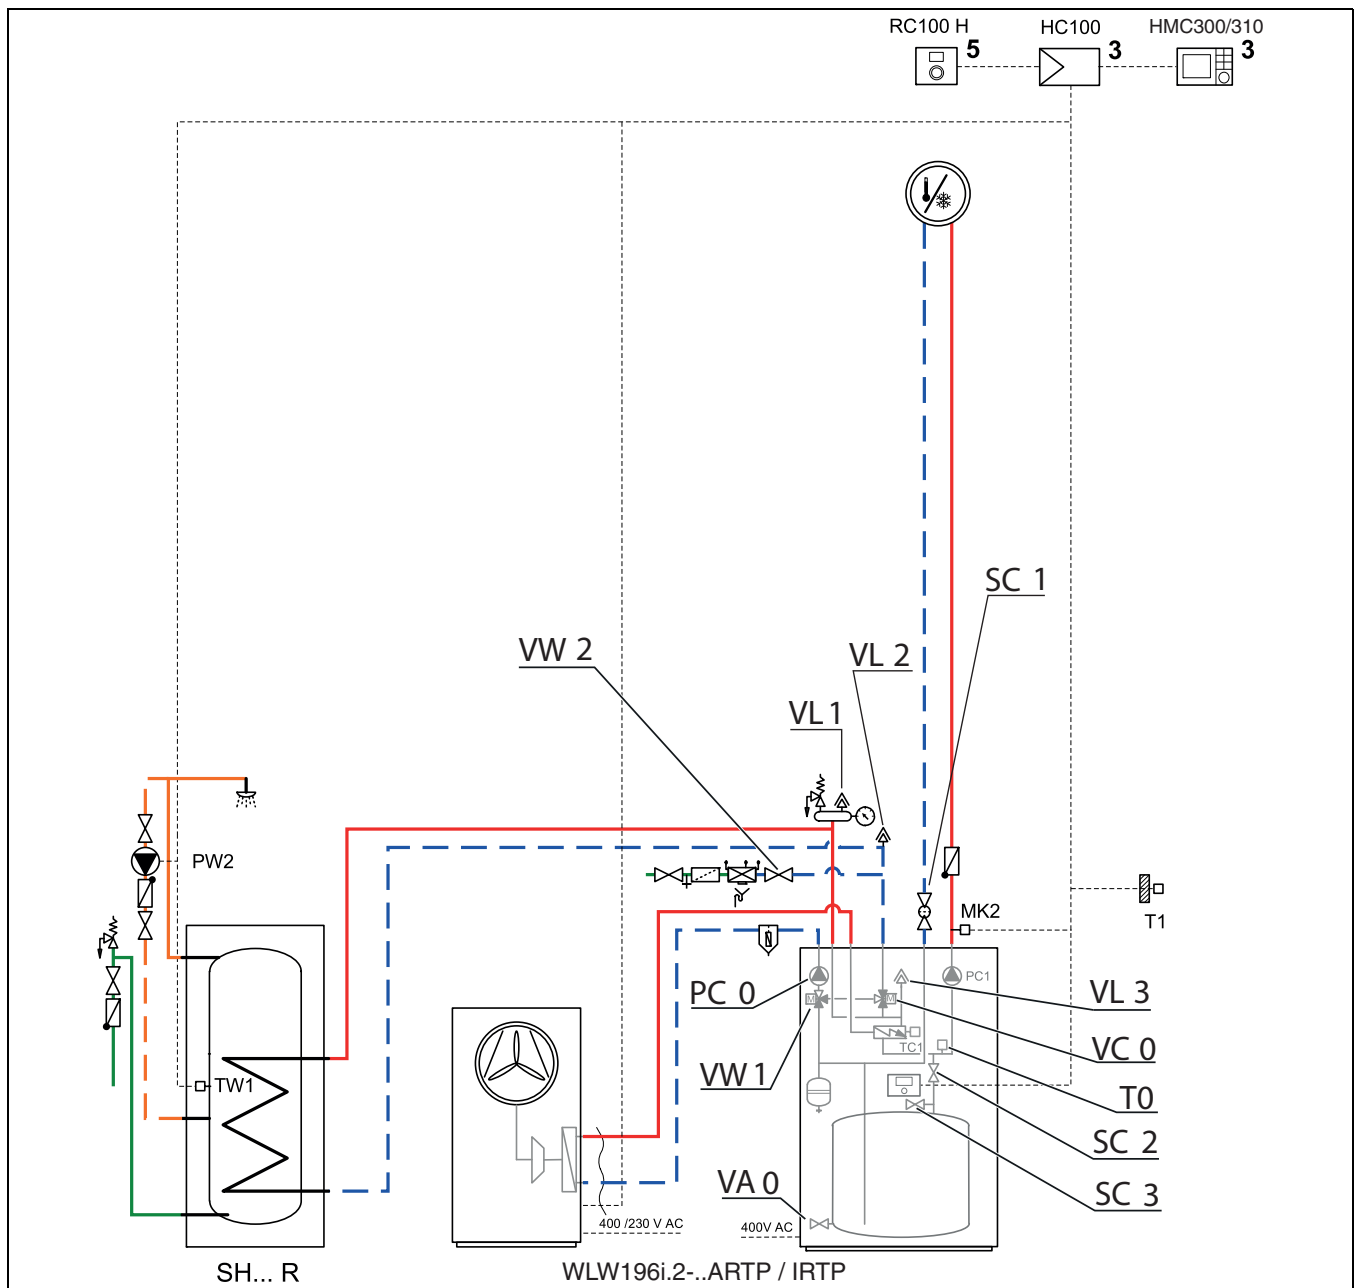

Bild 21 Inneneinheit und Heizungsanlage
2. Automatisches Entlüftungsventil VL1, VL2 und VL3 (→fig. 21) durch Abschrauben der Kappen öffnen.
3. Filterventil SC1 schließen, Absperrventil SC2 (→fig. 21) schließen und sicherstellen, dass sich VW1 (→fig. 21) in der Position (B) für Zentralheizungsbetrieb befindet.
4. Ein Ende eines Schlauchs an den Entleerhahn VA0 (→fig. 21), das andere Ende an einen Abfluss anschließen.
5. Kleinen Entleerhahn öffnen SC3 (→fig. 21).